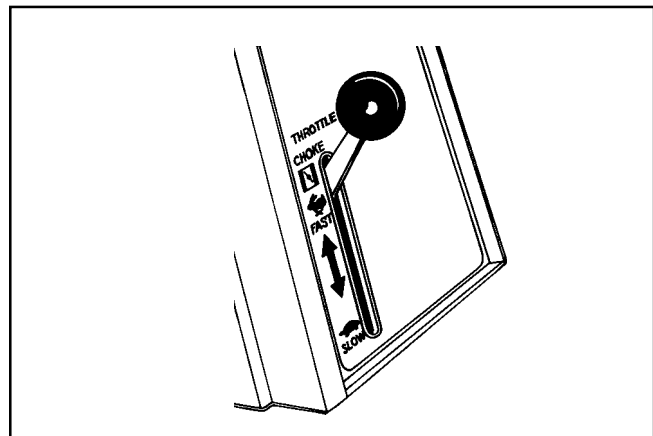

Figura 5-16. Posición del acelerador en el arranque.
- Con el motor frío o caliente** – Coloque el control de acelerador y estrangulador en la posición "fast/choke on" (rápido/estrangulador activado). El estrangulador se pondrá también en "on". Ver Figura 5-16.